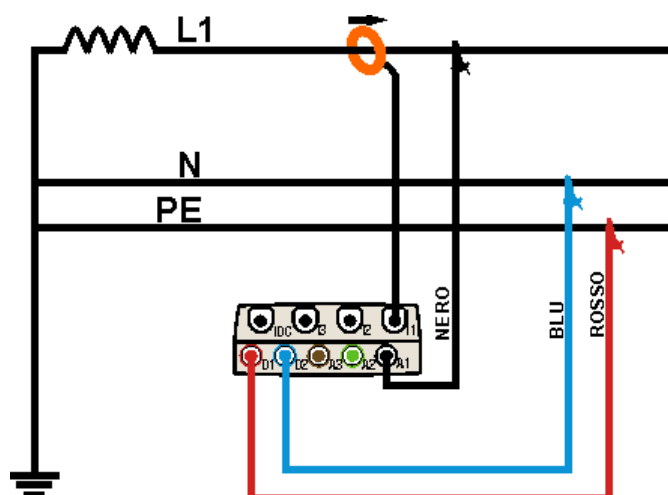

Fig. 236: Ligação do instrumento num Sistema MONO
2. Ligar os cabos de medida da tensão aos condutores de Fase, Neutro e Terra respeitando as cores como se mostra na Fig. 236.
3. Ligar a pinça de corrente no condutor de Fase L1 como se mostra na Fig. 236 **respeitando o sentido da seta** presente na referida pinça que indica a direcção convencional da corrente que gera a carga. **Verificar sempre, nos ecrãs da secção Visualização das Medições, se a Potência Activa P é sempre positiva e se o factor de potência Pf está em correspondência com a carga, normalmente indutiva**, antes de activar uma gravação. No caso de valores negativos da potência activa rodar a pinça 180° no condutor.